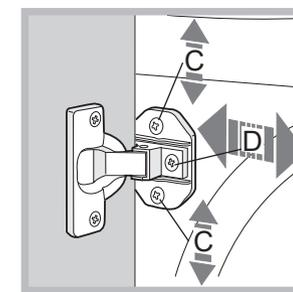

Fig. 7
- Pour régler la position du panneau en bois à la verticale et à l'horizontale, servez-vous des vis «type C» et «type D» comme illustré sur la figure 7.